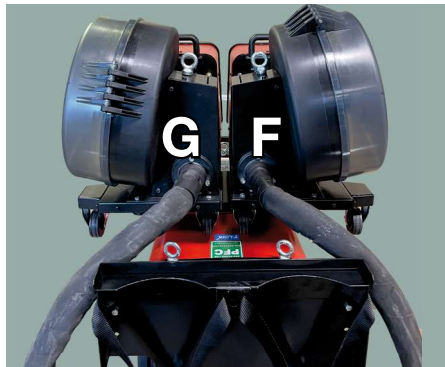

Fig. 21
Inserire i carrelli trainafilo (G) e (F) nelle apposite sedi del supporto doppio carrello come da fig.21.
*Insert the (G) and (F) wire feeder units into the appropriate seats of the double wire feed support as shown in fig.21.*
Inserte los carros arrastrahilo (G) e (F) en los asientos correspondientes del soporte del doble carro como se muestra en la fig.21.